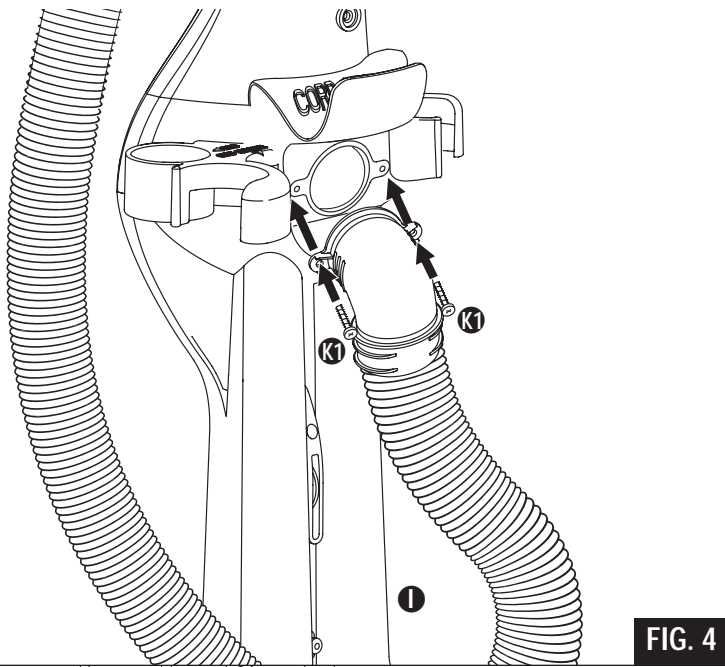

FIG. 4
**Step 4:** (FIG. 4) Secure the hose assembly **D** to the hose connection on the rear housing **I** with 2 short screws **K1**.
**Étape 4.** (FIG. 4) Fixez le boyau de raccordement ❶ au boîtier arrière ❶ avec deux vis courtes ❷.
**Paso 4.** (FIG. 4) Fije el conjunto de la manguera ❶ a la conexión de la manguera en el alojamiento trasero ❶ usando 2 tornillos cortos ❷.